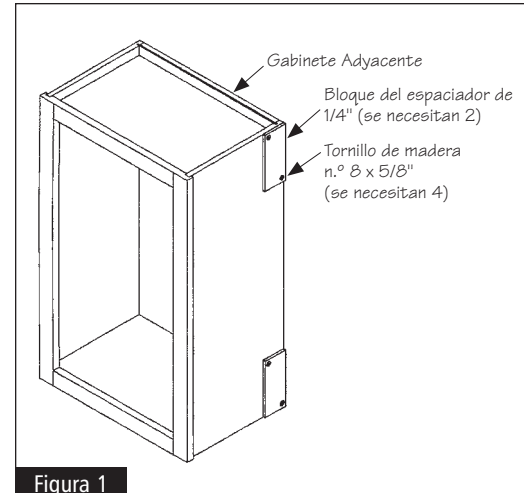

Figura 1
- 1 **Avance al paso #2 si desea fijar la pared de extremo de repisa (SEW) a un panel lateral de 1,91 cm de grosor.** Corte el espaciador de madera de 1/4" a la mitad y fíjelo a la parte posterior del panel lateral del gabinete adyacente. Perfore y abocarde dos agujeros guía de 3/32" de diámetro a través de cada uno de los espaciadores y fije éstos al panel lateral del gabinete al que va a montar el SEW usando dos tornillos de madera n.º 8 x 5/8" por cada espaciador. Asegúrese de que la cabeza del tornillo esté alineada con la superficie del espaciador. Vea la figura 1.